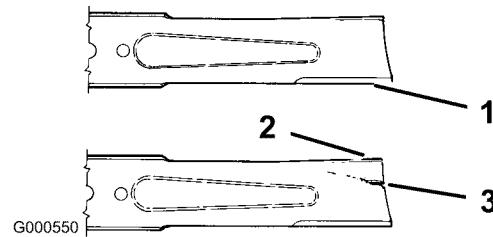

Figura 33
1. Inspeccione los filos de corte (Figura 33). Si los bordes no están afilados o tienen mellas, retire las cuchillas y afílelas; consulte Cómo afilar las cuchillas.
2. Inspeccione las cuchillas, especialmente la parte curva (Figura 33). Si observa daños, desgaste o la
formación de una ranura en esta zona (elemento 3 en la Figura 33), instale inmediatamente una cuchilla nueva.